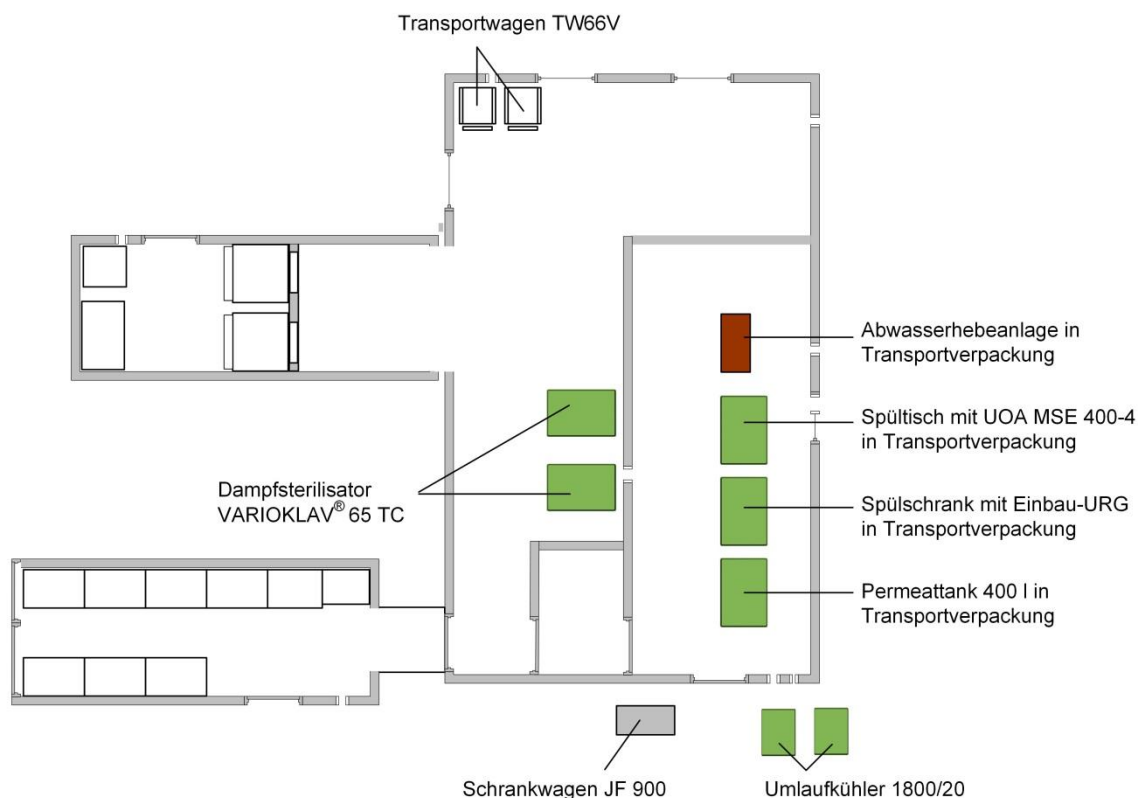

Abb. 16: Positionierung von Abwasserhebeanlage und Transportwagen TW66V
- ◆ Entnehmen Sie den Transportwagen TW 66V und platzieren ihn gemäß Abb. 16:.
- ◆ Heben Sie die Abwasserhebeanlage mit einem Stapler6 aus dem Container und platzieren Sie diese gemäß Abb. 16:.